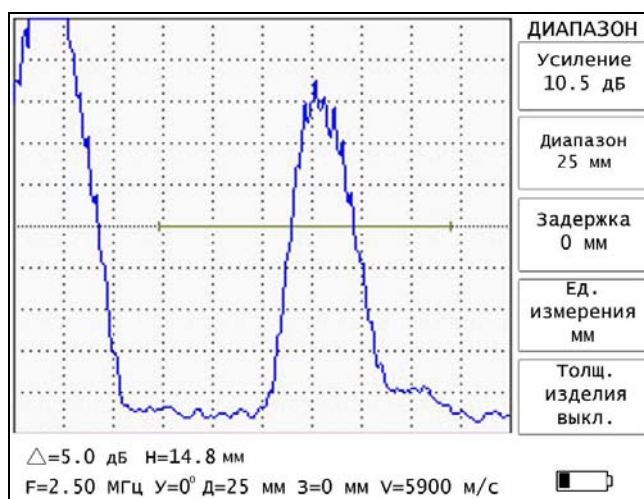

Рис. 5.6.
5.5.2. Меню «ДИАПАЗОН» содержит следующие параметры (рис. 5.6).